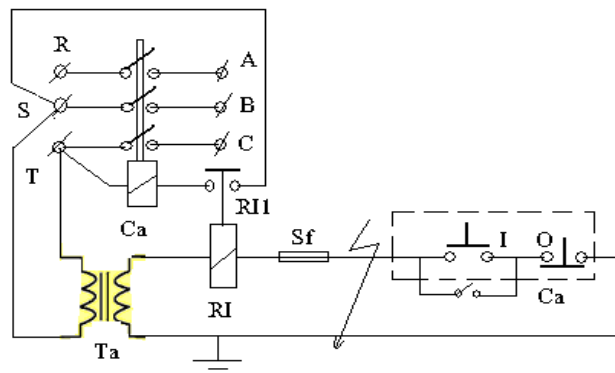

fig.3
1.6.1. Montarea unei siguranțe fuzibile și a unui releu intermediar (fig.3)